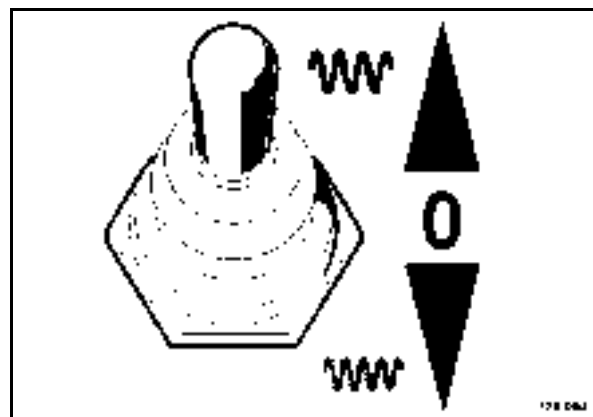

Fig. 49
- Choose the amplitude (Fig. 49).